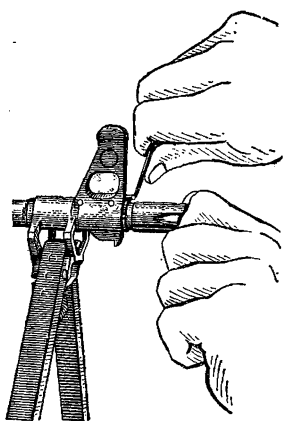

Рис. 6. Отделение пламегасителя
4) **Отделить у автомата дульный тормоз-компенсатор, у пулемета — пламегаситель** (рис. 6). Утопить отверткой фиксатор дульного тормоза-компенсатора (пламегасителя).